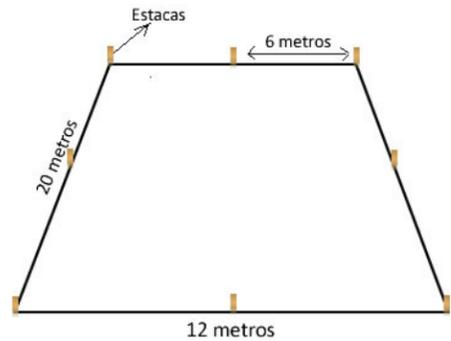

Figura 1
1.6.1 Trazo del terreno: Para trazar hay que colocar cuatro estacas para formar un rectángulo como el que se ilustra en la figura 1. Revisar que las medidas sean iguales de ambos lados de largo y ancho (12 metros de ancho y 20 metros de largo).